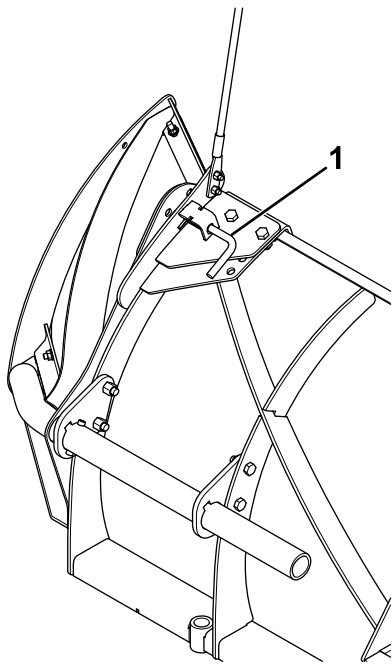

**Figura 19**
- Tire hacia atrás del cerrojo con muelle y gírelo a la posición de bloqueo (Figura 19).
- Deslice el tubo de la aleta de la pala por los soportes de costilla hasta que el pasador de enganche pase por el soporte exterior (Figura 19).